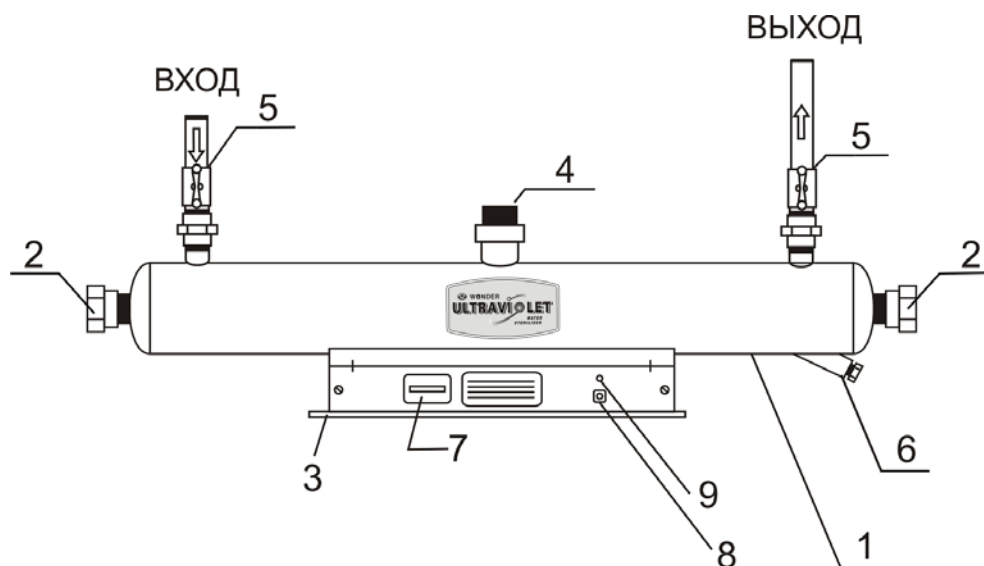

Рисунок 1
1. Установка состоит из камеры обеззараживания и пульта управления (Рис. 1).